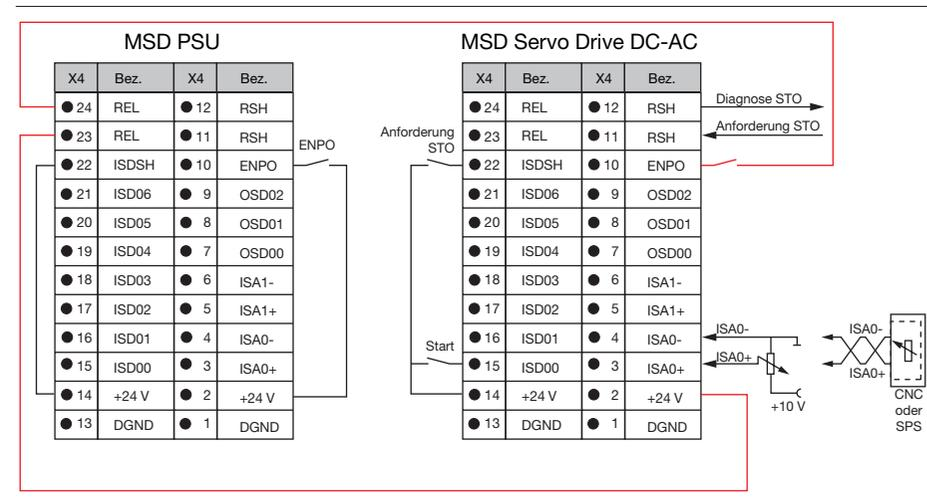

Bild 10.1 Verriegelung MSD Mehrachssystem (Beispiel)
1.	Verdrahten Sie die Versorgungseinheit mit den angeschlossenen DC-AC Servoreglern wie in Bild 10.1 dargestellt.